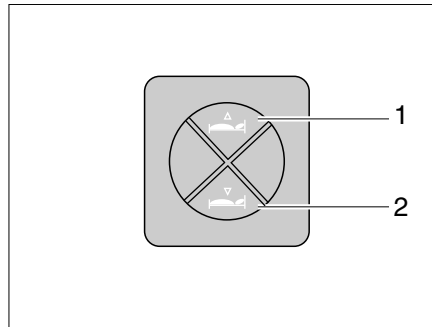

Bild 89 Schalter für Hubbett
- Den Wippschalter (Bild 89,1) über der Längssitzbank drücken und so lange gedrückt halten, bis das Bett ganz abgesenkt ist.
- Den Wippschalter (Bild 89,2) über der Längssitzbank drücken und so lange gedrückt halten, bis das Bett ganz nach oben gefahren ist.